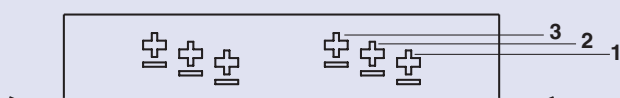

Fig. 1
- Fig. 1 Choisir l'épaisseur correcte de serrage.